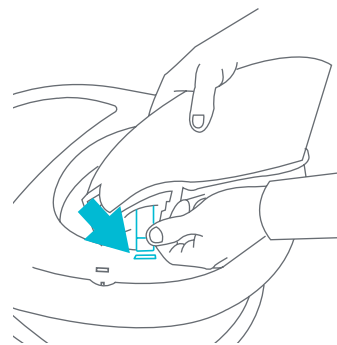

Fig. 2b
- Ubique (4) las tiras en la parte trasera del asiento y las ranuras correspondientes en la bandeja. Inserte cada tira en la ranura correspondiente (Fig. 2b).